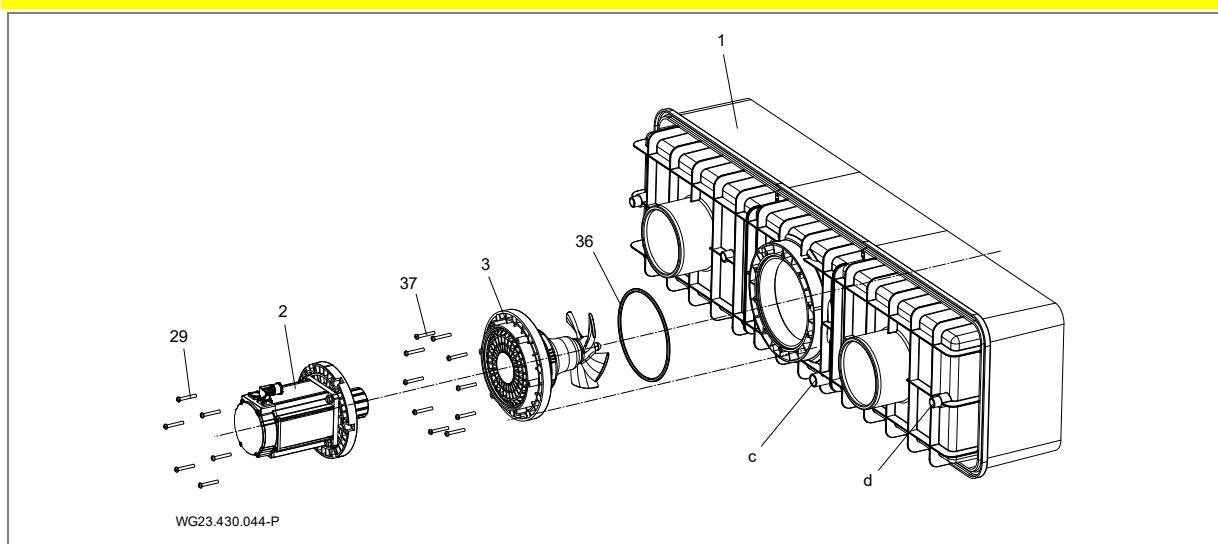

Fig. 16
1. Dégraisser la tubulure de raccordement (d, Voir "Fig. 16", page 22) sur le boîtier en plastique (1) et la douille de raccordement de la gaine de protection des câbles (12) avec un nettoyeur pour PVC-U / ABS.